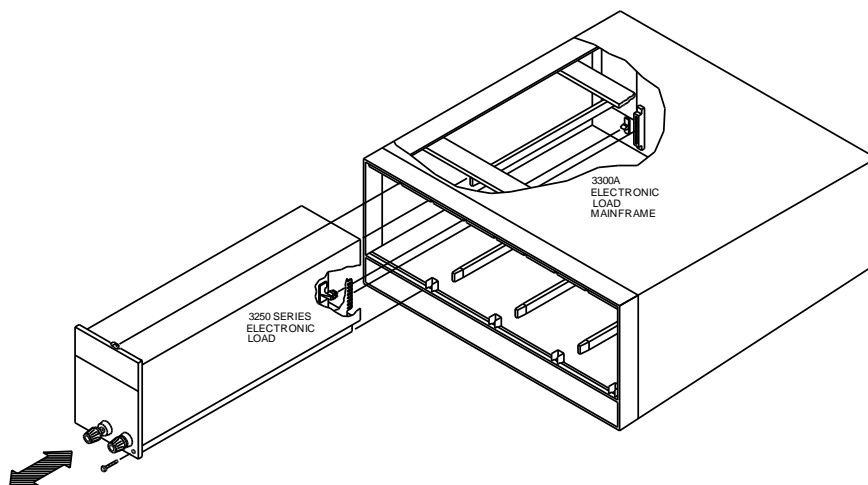

図2-2 3250Aシリーズ電子負荷モジュールの実装と取り外し
- 2.2.3 図2-2に示すように、完全に噛み合うまでメインフレームに向かって押し込みます。フロントパネルの負荷入力端子を押して、メインフレームに3250Aシリーズ 交流電子負荷を押し込んでください。